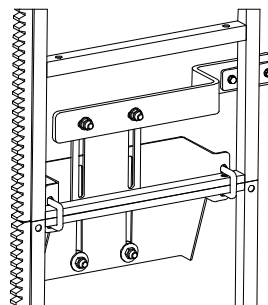

Fig. 5
4. Instalar el cable eléctrico y el brazo de soporte (ver la Fig. 5 y el plano de instalación).